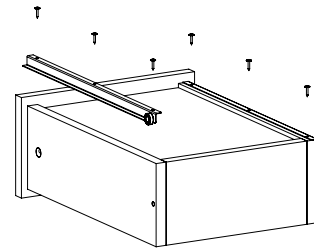

Рис.8
12. Закрепить полозья направляющих на ящик шурупами 3,5х16 (Рис. 8). Второй ящик собирается аналогично.